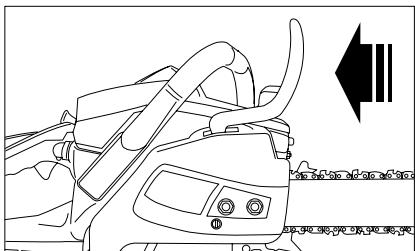

Fig. 4
- Placez le frein de chaîne en position de travail en tirant le levier sur vous-même. Assurez-vous que la chaîne tourne autour du guide-chaîne (fig. 4).